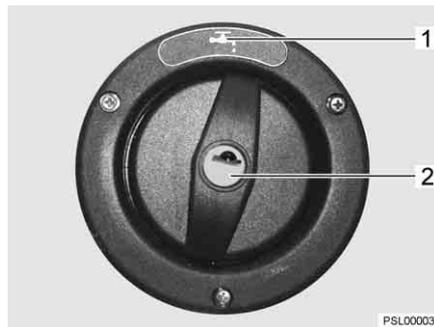

Bild 153 Verschlussdeckel für Trinkwasser-Einfüllstutzen
Der Trinkwasser-Einfüllstutzen ist mit dem Symbol "☰" (Bild 153,1) gekennzeichnet. Der Verschlussdeckel wird mit dem Schlüssel für die Außenklappenschlösser geöffnet und verschlossen.
- Schlüssel in Schließzylinder (Bild 153,2) stecken und eine viertel Umdrehung entgegen dem Uhrzeigersinn drehen.